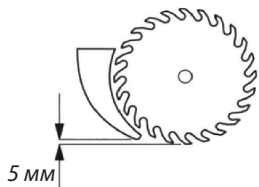

Рис. 4
в) На неподвижном кожухе устанавливается раскливающий нож (21), препятствующий заклиниванию пильного диска. Фиксация ножа осуществляется винтами из комплекта крепежа в месте (13) таким образом, чтобы выполнялись следующие требования (Рис. 4, 5).